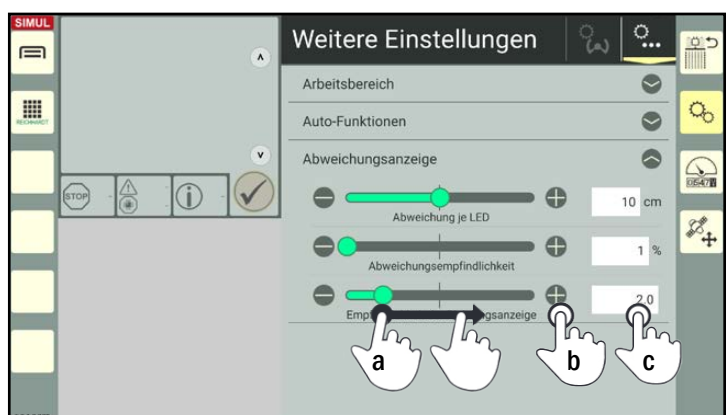

Abb. 318: Werte verändern
- c) durch Eingabe in den weißen Feldern rechts daneben (siehe Abb. 318).